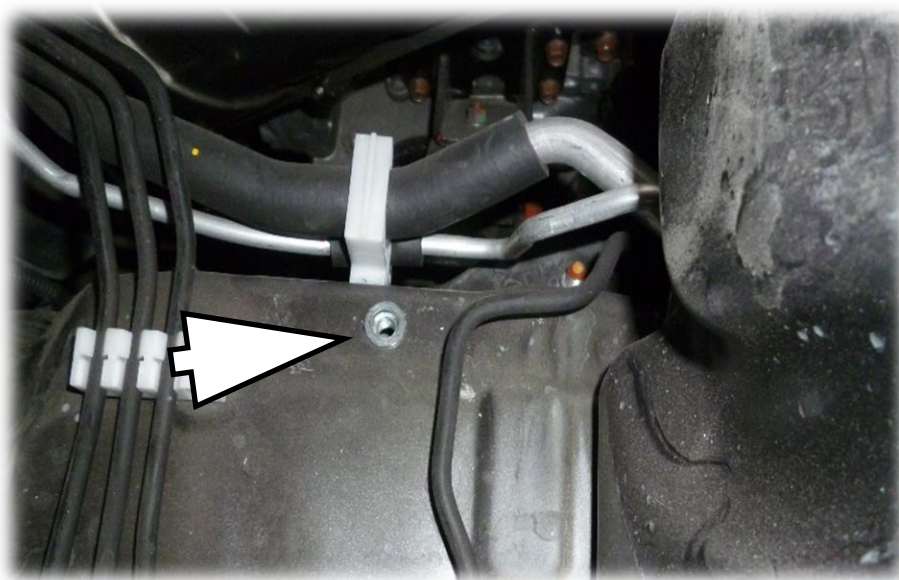

Рис.7
3.4. Просверлить отверстие $\varnothing 11\text{мм}$ по разметке и установить резьбовую заклепку М8 из набора (требуется инструмент), как показано на рис.7. Альтернативный вариант установки (при отсутствии инструмента) – просверлить отверстие $\varnothing 5\text{мм}$ по разметке, кронштейн в этом случае крепится саморезом из набора.